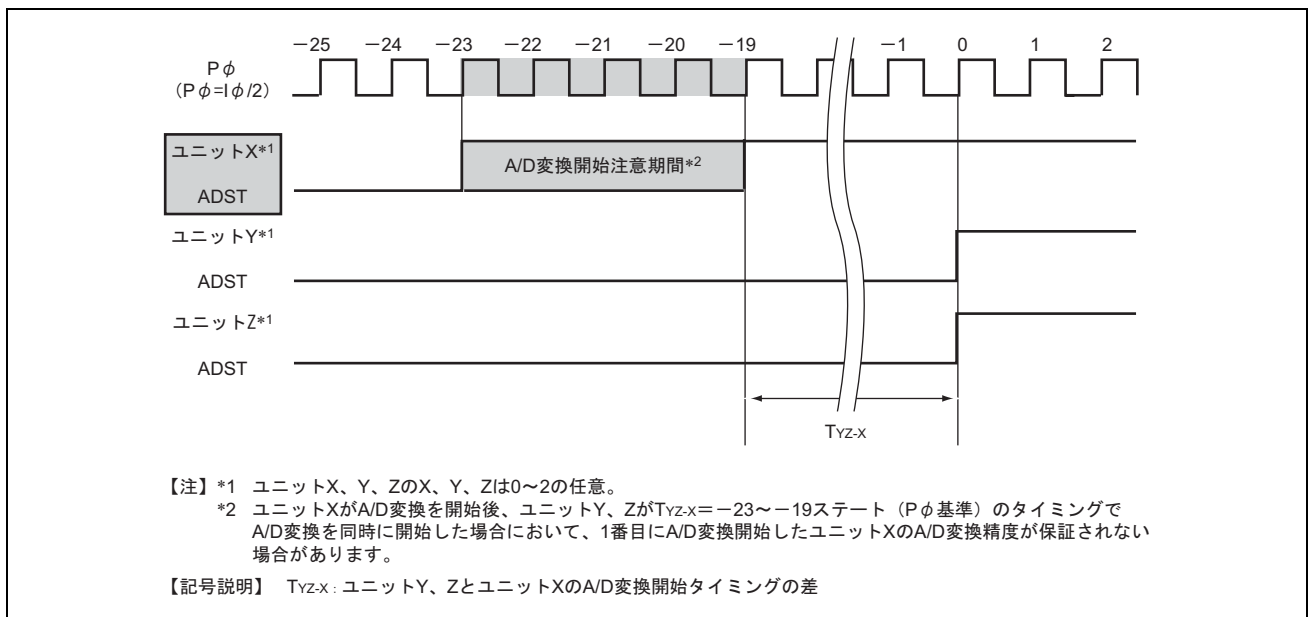

図 19.16 1番目にA/D変換を開始したユニットXの、A/D変換精度が保証されない場合の動作タイミング1
- 図19.16に示すように、ユニットXがA/D変換を開始後、ユニットY、Zが $T_{YZ-X} = -23 \sim -19$ ステート（ $P\phi$ 基準）のタイミングでA/D変換を同時に開始した場合において、1番目にA/D変換開始したユニットXのA/D変換精度が保証されない場合があります。